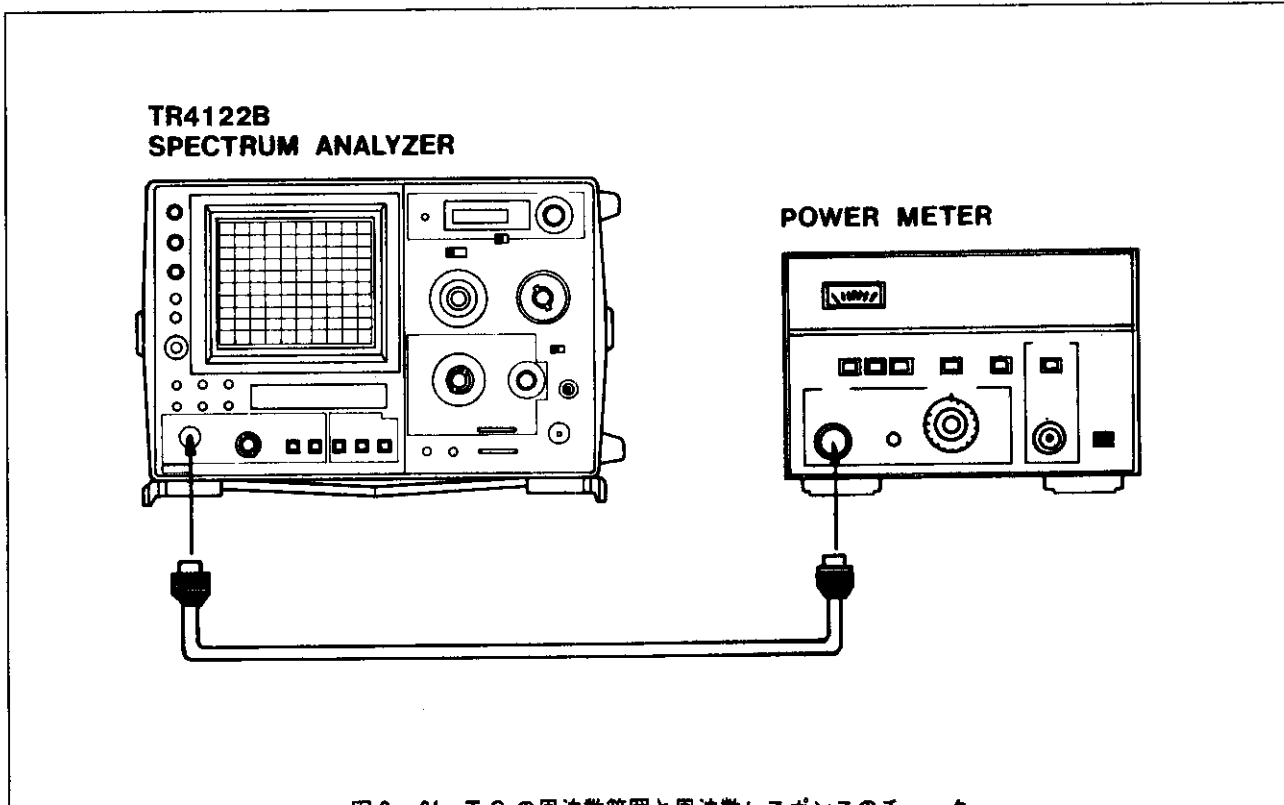

図3-21 T.G.の周波数範囲と周波数レスポンスのチェック
2. OUTPUT コネクタにパワー・メータを接続し、TUNINGつまみを400kHzから1500MHzまでゆっくり回します。〔図3-21〕